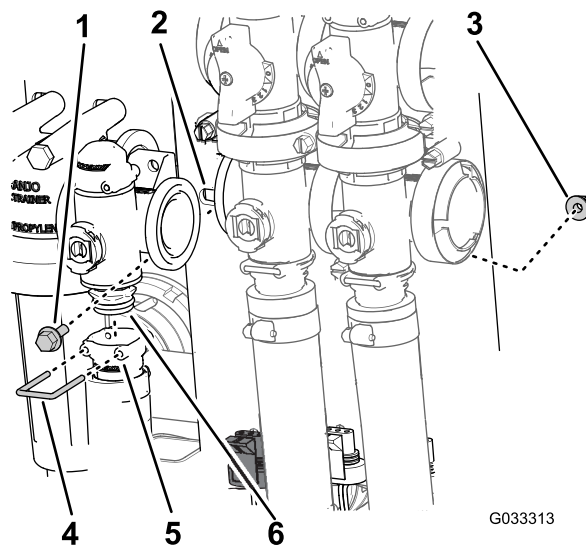

Figura 63
2. Retire o retentor que fixa a união exterior ao coletor para a válvula de controlo de taxa (Figura 63).
3. Retire os dois parafusos de cabeça flangeada e as duas porcas flangeadas que prendem a válvula de controlo de aplicação à montagem da válvula e retire o coletor da válvula da máquina (Figura 63).